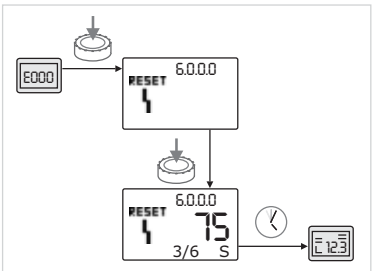

Fig. 59: Confirmar o tipo de avaria B (X < Y)
- Se a avaria ocorrer menos vezes que a ocorrência máxima (Fig. 59):